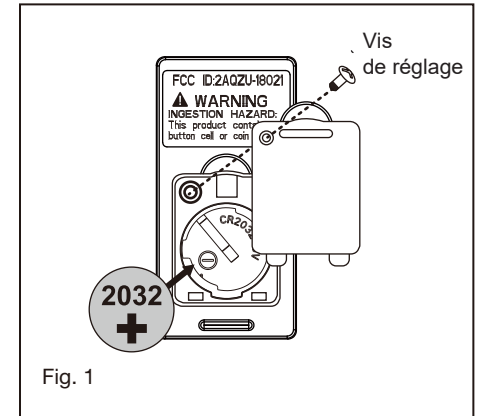

Fig. 1
- 1 Tout en maintenant l'ensemble LED sous votre ventilateur, effectuez les connexions à fiches polarisées : (Fig. 1)
- 2 Soulevez l'ensemble LED contre le ventilateur et tournez dans le sens des aiguilles d'une montre jusqu'à ce qu'il soit bien serré, NE SERREZ PAS TROP. (Fig.1)
- 1 Sélectionnez un emplacement souhaité. Utilisez la plaque murale pour marquer l'emplacement des trous de montage. Des chevilles murales en plastique ou des vis de montage sont nécessaires pour cette application. (Fig. 1)
Retirez le panneau de l'émetteur, puis installez une pile 2032 (incluse). Vous devez utiliser un tournevis pour ouvrir ou fermer le couvercle de la batterie. Pour éviter d'endommager l'émetteur, retirez la batterie s'il n'est pas utilisé pendant de longues périodes (Fig. 1).